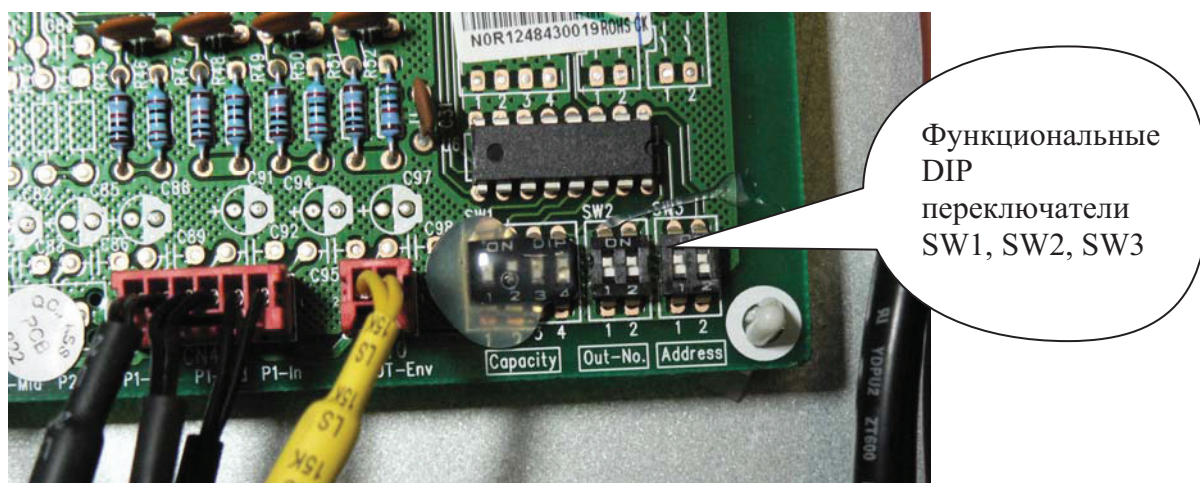

Рис. 7.6
7.2.5 На основной плате наружного блока расположены функциональные DIP-переключатели SW1(Capacity), SW2(OUT-No.), SW3(Adress), (см. рис. 7.6, табл. 7.1).